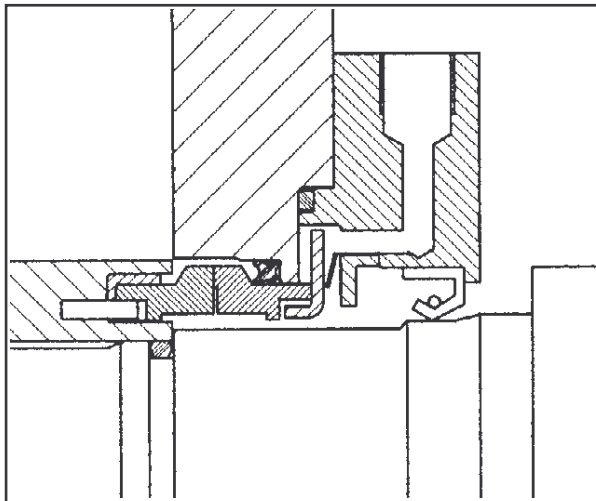

Figure 16 Garniture mécanique simple avec rinçage
- Enfoncer les joints à lèvre neufs dans les logements. Monter le collier entretoise, le ressort ondulé et la bague d'entraînement comme le montre la figure 16.
d) Au remontage du corps de pompe sur le palier, veiller à ce que les cannelures ou les embouts d'arbres n'endommagent pas les joints à lèvre (90) et les garnitures (80).